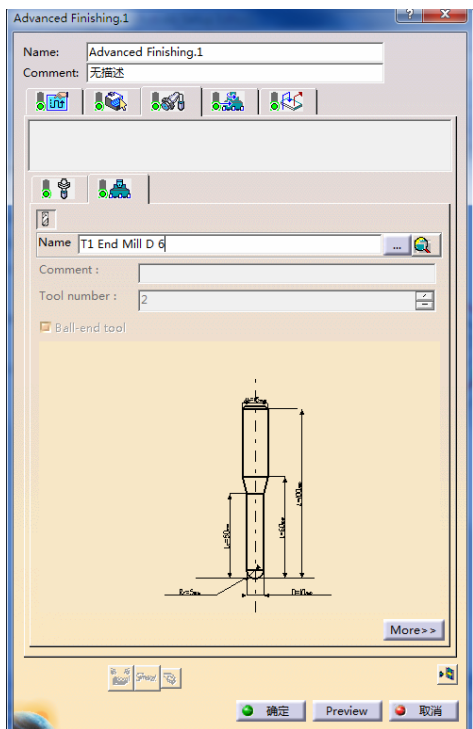

图 3-37 刀具参数选项卡（2）
- 单击“Advanced Finishing.1”对话框中的，切换到刀具参数选项卡（2），在“Name”文本框中输入“T1 End Mill D6”，选中“Ball-end tool”复选框，如图 3-37 所示。